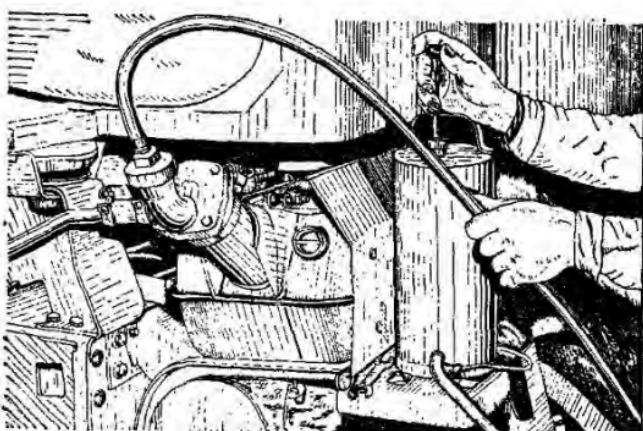

Рис. 30. Заправка бака гидравлической системы рулевого управления.
**Смазка рулевого управления колесного трактора.** В начале каждой смены проверить уровень масла в баке гидравлической системы рулевого управления и, если надо, доливать его до середины мерного стекла 1 (рис. 30). Можно пользоваться лейкой и ведром или нагнетателем.